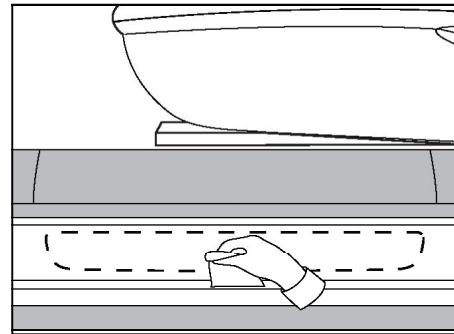

FIGURE 1
- Essuyer la zone d'application de l'enjoliveur de bonne marche avec le tampon alcoolisé fourni, puis avec une serviette sèche pour enlever les résidus d'alcool (figure 1).